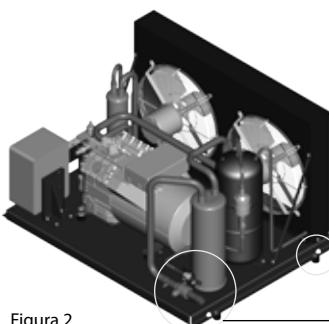

Figura 2
**• A unidade deve ser instalada firmemente em um suporte rígido e estável e deve estar fixa desde o início. Ver Figura 2**